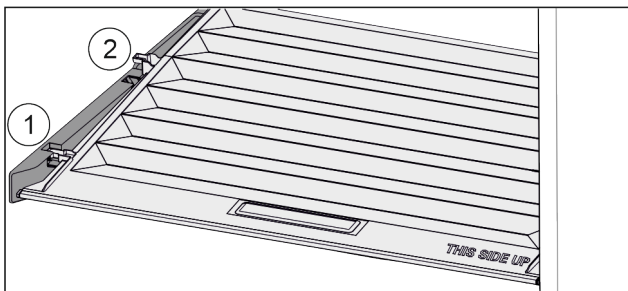

Fig. 152
- ▶ Trekk dekselet til åpningen i holdedelene fremover Fig. 152 (1).
- ▶ Løft ut nede bak og ta opp og ut Fig. 152 (2).